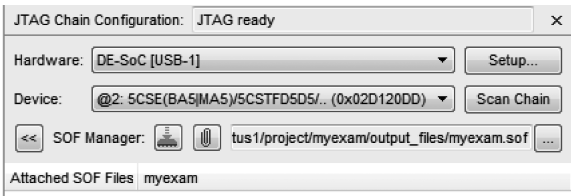

图 3-32 下载设置界面
(1) 编译：完成上述设置并保存文件后，必须要再次进行完整编译 Compilation。选择菜单 Processing→Start Compilation 或直接单击工具栏中编译按钮，执行编译操作，对设计文件进行检查。
(2) 连接硬件：在进行下载操作之前，首先将下载电缆的一端与 PC 机对应的端口相连，作者使用 USB Blaster 下载电缆，连接到 PC 机的 USB 端口，下载电缆的另一端与编程器件相连。
(3) 下载设置：如图 3-32 所示。Hardware 设置为 USB Blaster；连接硬件正常，系统会自动找到下载器件 Device 为 5CES；通过“...”按钮设置下载文件为 myexam.sof。
(4) 执行下载操作：单击编程按钮 ，开始对器件 5CSE 进行编程。